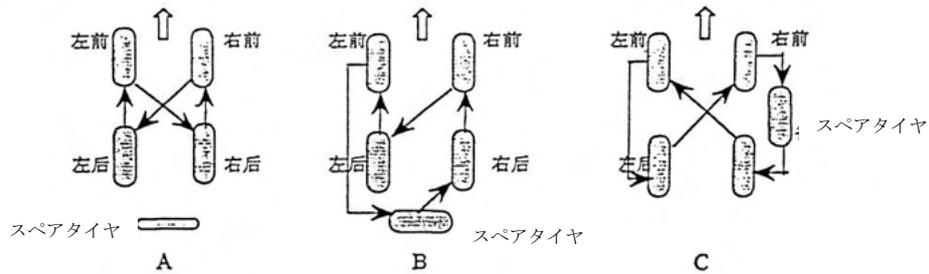

図 1-4 タイヤの回転方法
- (1) タイヤの空気圧は、タイヤの空気圧に従って膨らませる必要があります。
- (2) 車に過負荷をかけないでください。
- (3) 良好な四輪アライメントを確保します。
- (4) 急ブレーキ、急旋回、急加速の操作回数を最小限にする。
- (5) 通常の転置に注意する（転置の方法については、図 1-4 を参照）